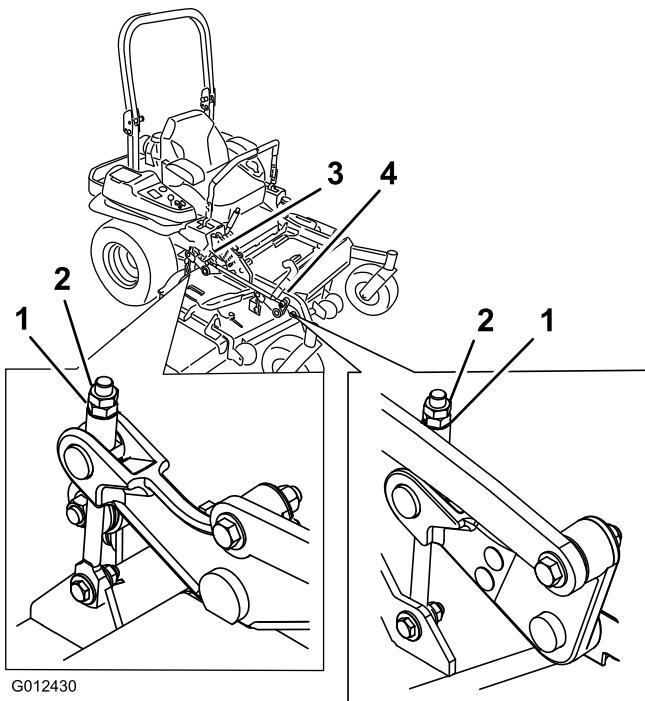

Figura 91
10. Para las carcasa de corte identificadas en Figura 91, gire la tuerca de ajuste del conjunto de elevación de la carcasa delantera para modificar la altura (Figura 91).
- Gire la tuerca de ajuste del conjunto de elevación de la carcasa delantera para modificar la altura (Figura 91).